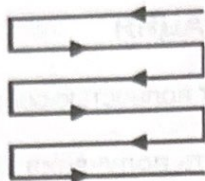

Рис. 21
•Косите рядами, слегка перекрывающимися друг друга. Наиболее эффективным способом стрижки газонов являются прямые линии вдоль одной из сторон. Это позволит сохранить ряды ровными и гарантирует, что весь газон будет подстрижен без пропусков (рис. 21).